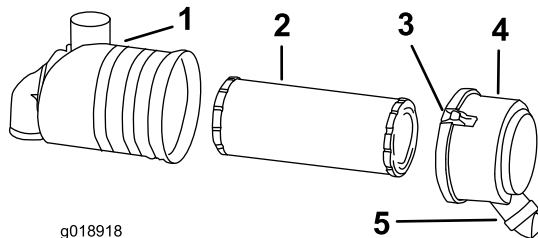

Figura 28
3. Abra los cierres del limpiador de aire y tire de la tapa del limpiador de aire para separarla de la carcasa del limpiador de aire (Figura 28).
1. Extraiga con cuidado el filtro primario de la carcasa del limpiador de aire (Figura 28). Evite golpear el filtro contra el lado de la carcasa.